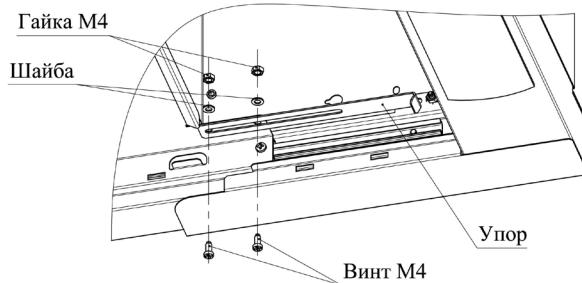
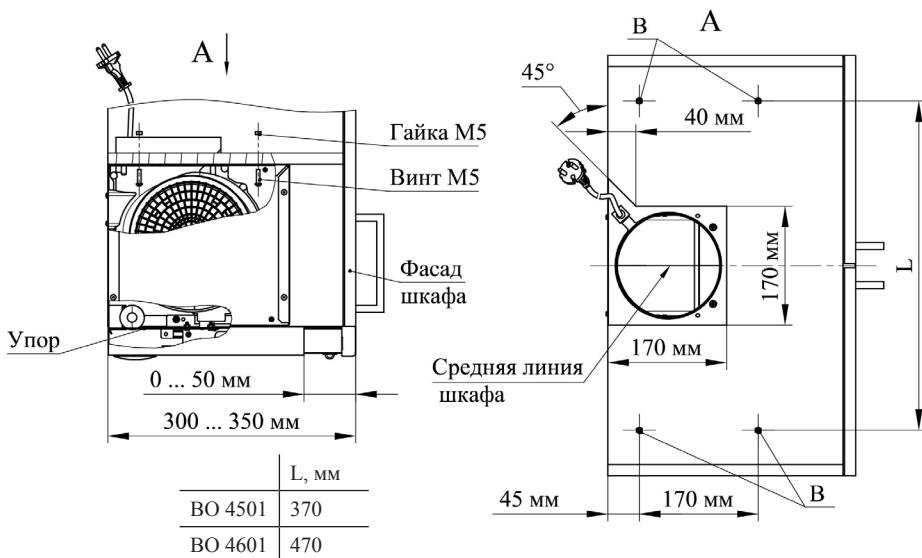

Рис. 4
Рис. 5
- 6.1 Воздухоочиститель рассчитан для монтажа в шкаф глубиной 300 мм. При этом фасад шкафа и панель воздухоочистителя будут находиться в одной плоскости. При большей глубине шкафа (до 350 мм), Вы можете отрегулировать ход панели выдвижной так, чтобы в закрытом состоянии она была на одном уровне с фасадом шкафа. Для этого установите упор (рис. 4) и отрегулируйте его вылет (рис. 5). Если глубина Вашего шкафа больше 350 мм, то при его изготовлении необходимо закрыть пространство за воздухоочистителем мебельной панелью.
панели (рис. 5).
- Разметьте и просверлите отверстия В диаметром 6 мм в верхней панели шкафа согласно рис. 5.